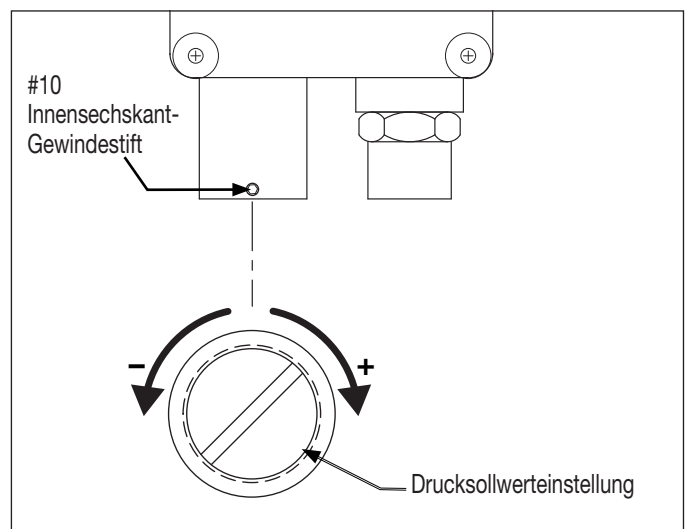

Abbildung 12: Einstellung des Druckschalters
4. Lösen Sie den Gewindestift des Druckschalters mit einem Innensechskantschlüssel Nr. 10. Siehe Abbildung 12.
5. Stellen Sie den Hebel des Steuerventils auf Position „Ausfahren“ (A) ein.
7. Drehen Sie die Einstellschraube des Druckschalters mit einem flachen Schraubenzieher im Uhrzeigersinn, um die Schaltereinstellung zu erhöhen, und gegen den Uhrzeigersinn, um sie zu verringern. Siehe Abbildung 12. Stellen Sie sicher, dass der Schalter öffnet und der Pumpenmotor bei der gewünschten Druckeinstellung stoppt.